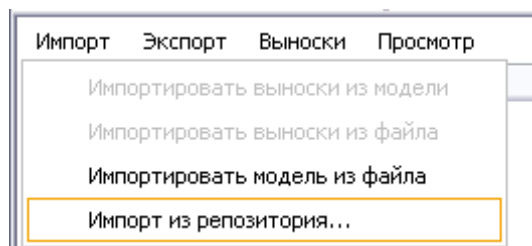
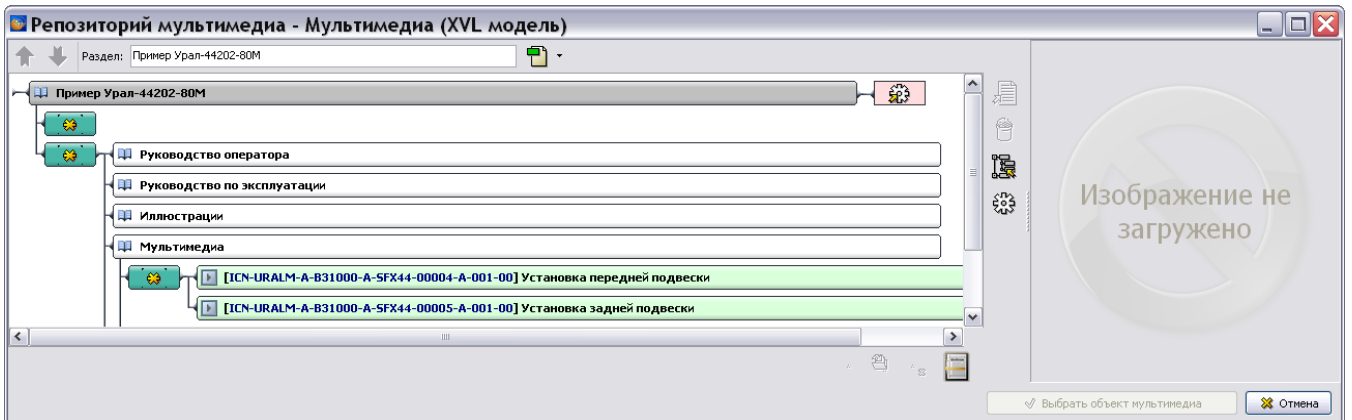

Рисунок 460
Рисунок 461
4) Нажмите на кнопку **Импорт**, в выпадающем меню выберите пункт **Импорт из репозитория** (рисунок 460). После этого появится окно **Репозиторий мультимедиа – Мультимедиа** (рисунок 461).